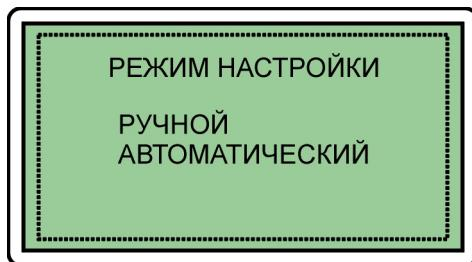

Рис. 6.3 Выбор режима настройки дефектоскопа
6.1.3.1 Для выбора ручного или автоматического режима настройки (рис. 6.3) кнопками " \uparrow ", " \downarrow " установить курсор на соответствующую строку и нажать кнопку " \leftarrow " ВВОД.